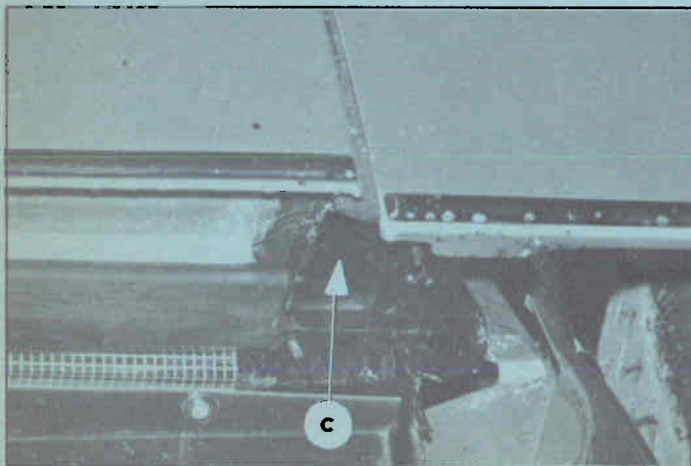

Fig. 13
7. Achterste portierstijlen (afb. 13).